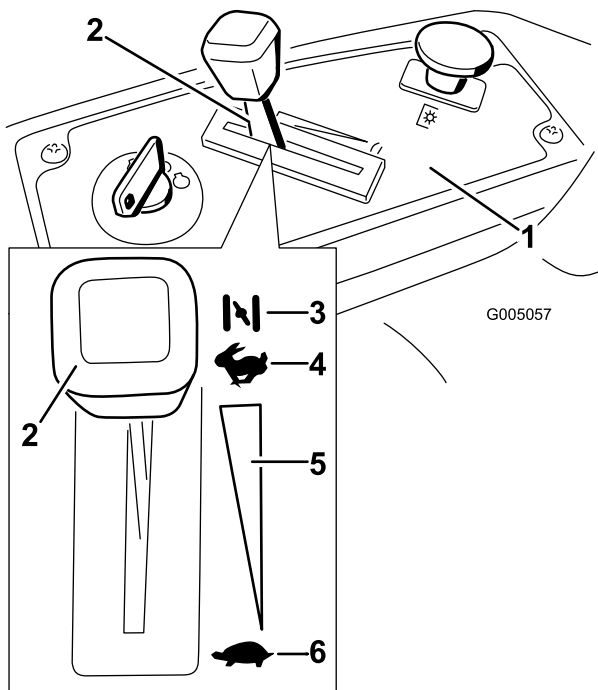

Figura 11
3. Mueva la palanca del acelerador a la posición Estárter antes de arrancar el motor si éste está frío (Figura 11).
5. Cuando el motor arranque, mueva el acelerador a la posición Rápido (Figura 11). Si el motor se cala o funciona irregularmente, vuelva a colocar el acelerador en Estárter durante unos segundos. Repita este procedimiento tantas veces como sea necesario.
3. Gire la llave de contacto a la posición Desconectado (Figura 11) y retire la llave.